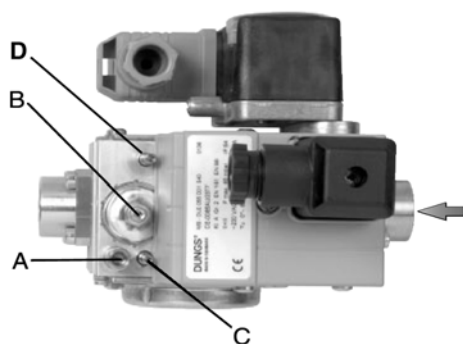

Рис. 8
- 4 согласно ссылке, данной на Рис. 8, закрепить фланец к шпилькам котла с помощью гаек **D**, не затягивая их полностью;
1. отвинтить винт **A** (Рис. 8) забора давления и подсоединить манометр;
2. установить на минимальное значение регулятор давления, поворачивая регулировочный винт **B** (Рис. 8) против часовой стрелки;
4. отрегулировать пламя на фазе розжига, используя байпас **C** (см. Рис. 8 п.10). При вращении по часовой стрелке расход газа уменьшается, а против часовой стрелки - увеличивается. Рекомендуется не увеличивать сильно расход при розжиге, чтобы не влиять на эффективную работу стабилизатора **B** (Рис. 8).
Воздействовать на регулятор давления до тех пор, пока не получите желаемый расход, с помощью регулировочного винта **B** (Рис. 8): для увеличения расхода крутите винт по часовой стрелке, для его уменьшения - против часовой стрелки.
Регулировочный клапан D редуктора основного количества газа на заводе - изготовителе оставляется в полностью открытом состоянии: его положение не должно НИКОГДА изменяться! После выполнения всех настроек, закрутить стопорный винт **A** (Рис. 8) в отверстие для измерительного прибора.